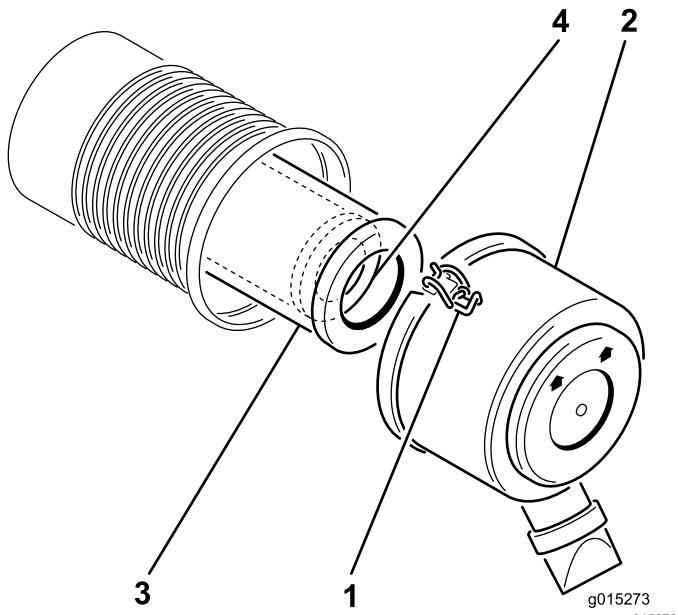

Рисунок 14
2. Расфиксируйте защелки, фиксирующие крышку воздухоочистителя на его корпусе. Отделите крышку от корпуса (Рисунок 14).
4. Осторожно извлеките фильтр грубой очистки из корпуса воздухоочистителя (Рисунок 14).
2. При замене контрольного фильтра осторожно вложите его в корпус фильтра (Рисунок 14).
3. Осторожно вставьте фильтр грубой очистки поверх контрольного фильтра (Рисунок 14).
5. Установите крышку воздухоочистителя таким образом, чтобы сторона с обозначением Up (Верх), была обращена вверх, и закройте защелки (Рисунок 14).